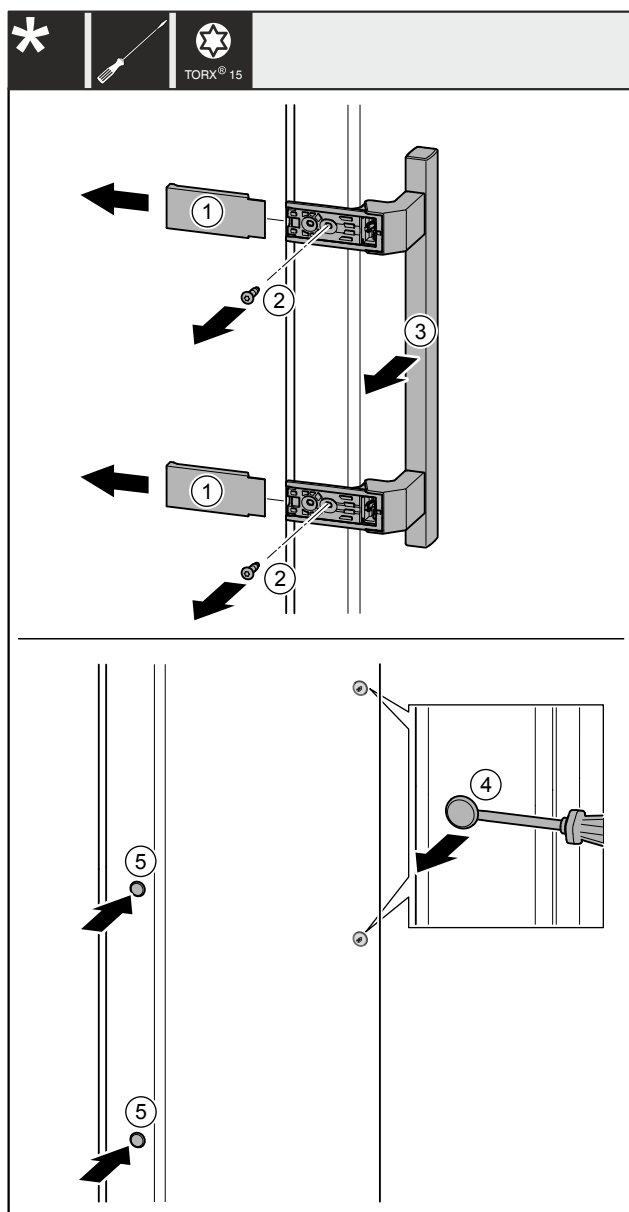

Fig. 41
- Levante las cubiertas Fig. 41 (1).
- Desatornille los tornillos Fig. 41 (2) con el destornillador.
- Retire el tirador Fig. 41 (3).
- Levante con cuidado el tapón lateral Fig. 41 (4) con un destornillador de punta plana y extraígallo.
- Vuelva a colocar el tapón Fig. 41 (5) en el otro lado.